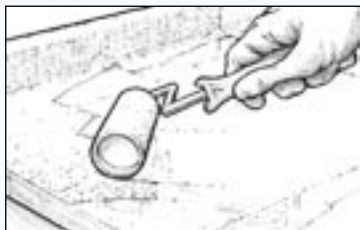

Рис. 28. Нанесите покрытие для сокрытия рисунка ткани до того, как поверхность перестанет быть липкой.
9. Нанесите покрытие для сокрытия рисунка ткани до того, как поверхность перестанет быть липкой (**Рисунок 28**). Соблюдайте инструкции по нанесению отделочного покрытия (следующий раздел). Для того, чтобы полностью скрыть рисунок ткани понадобится два-три слоя эпоксидного материала; после этого может выполняться окончательная шлифовка, которая не нанесет вреда ткани.